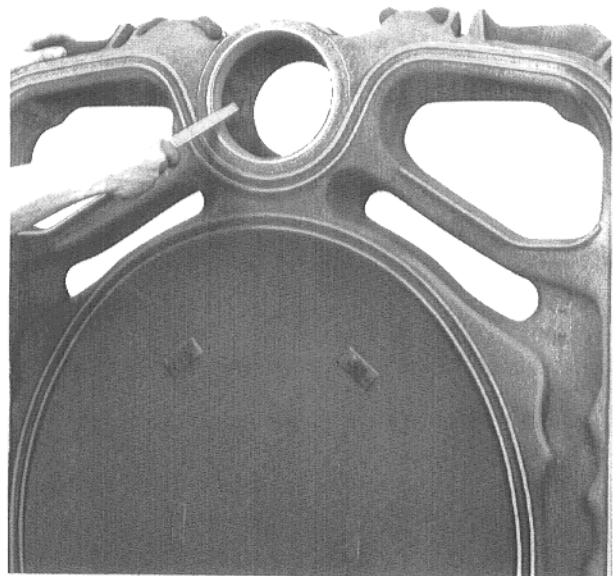

Abb. 9
- Den eventuell an den Naben vorhandenen Grat abfeilen (Abb. 9).